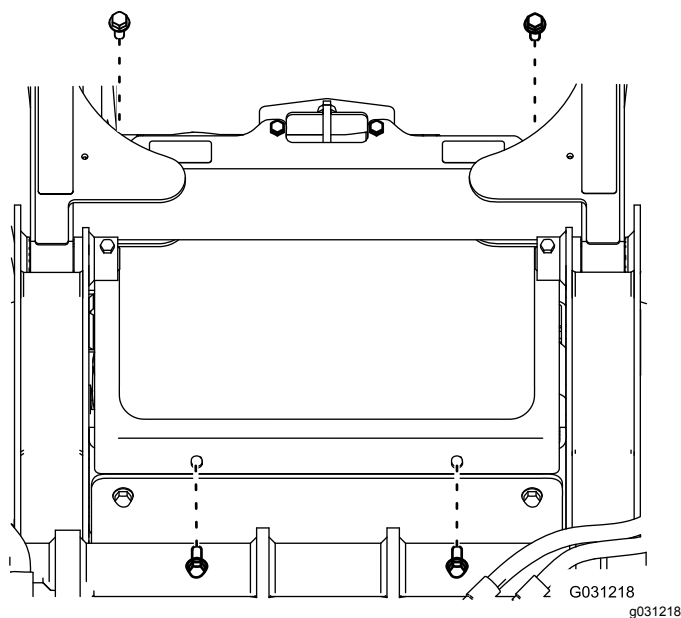

Figure 4
- Retirez et conservez les 4 boulons du panneau de protection supérieur (Figure 4).
5. Fixez le panneau de protection avant du kit à l'aide des boulons retirés précédemment, comme montré à la Figure 4.